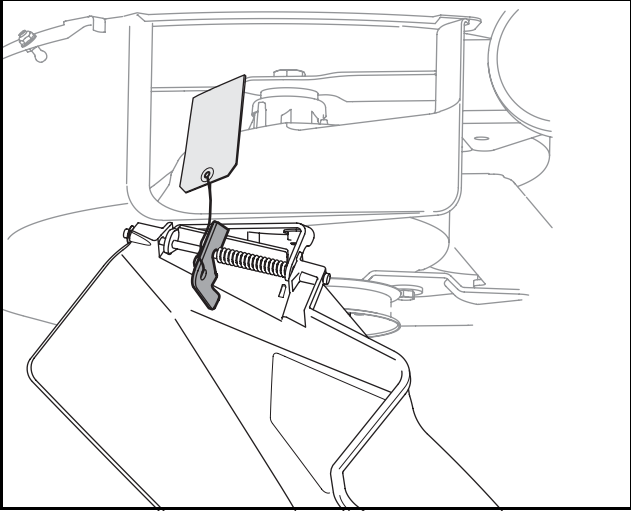

Figure 5
Placez le tracteur sur une surface ferme et plane, de préférence goudronnée. Consultez le Figure 5 et procédez comme suit :
- Repérez le support de la goulotte d'éjection et son étiquette d'avertissement sur la droite du plateau de coupe, entre la goulotte d'éjection et le plateau de coupe. Voir la Figure 5.
pivotement du siège. Voir la Figure 5.